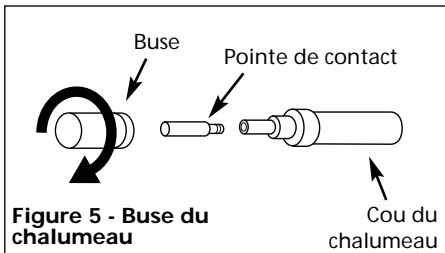

Figure 5 - Buse du chalumeau
7. Enlever la buse en tirant tout en la tournant au sens des aiguilles d'une montre. Ensuite desserrer la pointe de contact du bout du chalumeau de soudeur (Voir Figure 5). Brancher le soudeur dans une prise de courant convenable.
- Glisser la pointe de contact soigneusement par dessus le fil et la visser dans le bout du chalumeau. Installer la buse sur le chalumeau en tournant au sens des aiguilles d'une montre tout en poussant sur le chalumeau (Voir Figure 5). Tailler le fil environ 1/4 po du bout de la buse.